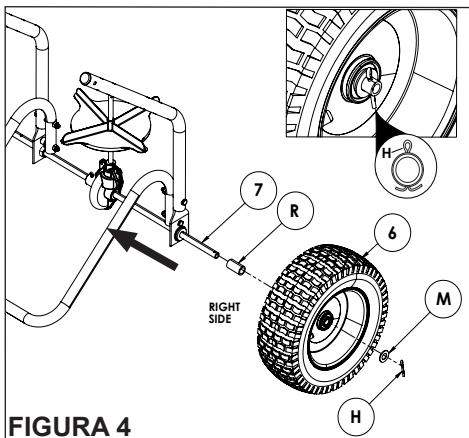

FIGURA 4
PASO 4: (VEA LA FIGURA 4)
- Deslice el espaciador (R) sobre el eje hueco (7) y luego deslice el conjunto de la rueda (6).
- Fije el conjunto de la rueda utilizando la guasa (M) y el pasador de chaveta (H), como se ilustra en la Figura 4.
- Abra las puntas del pasador de chaveta (G).